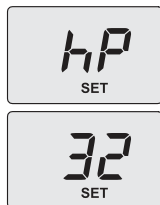

Figura 8.8
- Seleccione el parámetro **2**, en el display LCD las letras **hP** se alternan con el valor de temperatura mínimo del agua de calefacción (ej. **32**) y aparece el mensaje **"SET"**, indicando que se ha entrado en la activación de la "función deshollinador" a la potencia mínima en calefacción (Figura 8.8).